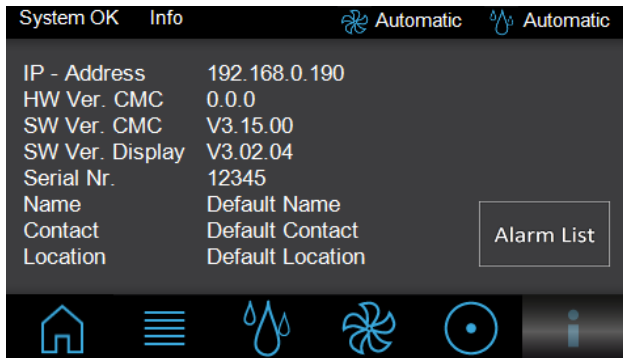

Рис. 72: Страница "Info"
- С помощью кнопок цифрового блока введите серийный номер агрегата. Серийный номер можно увидеть на странице "Info" (рис. 72) в пункте "Serial Nr.".